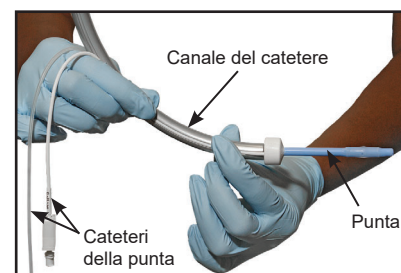
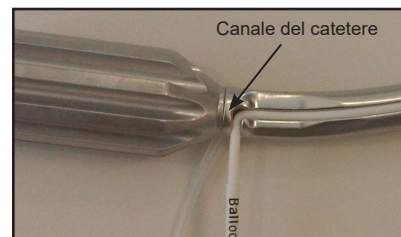

Figura 1
Figura 2
2. Assicurarsi che i cateteri della punta siano fissati in sicurezza ai canali dell'impugnatura (vedere Figura 1 e Figura 2).